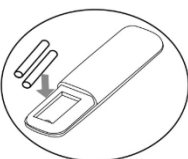

Abb. 2
- Legen Sie zwei neue Batterien ein und achten Sie dabei auf die richtige Polarität (Abb. 2).